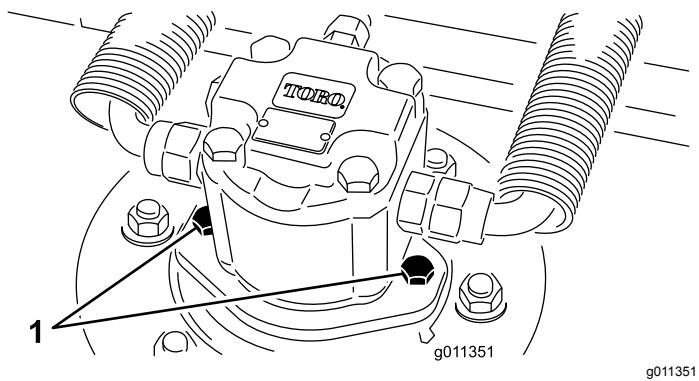

図59
2. カッティングユニットから油圧モータを外す図59。異物がつかないように、スピンドル上部にはカバーをかけておく。
4. デッキに油圧モータを取り付ける図59。Oリングを忘れずに、また、損傷させないよう注意して取り付ける。